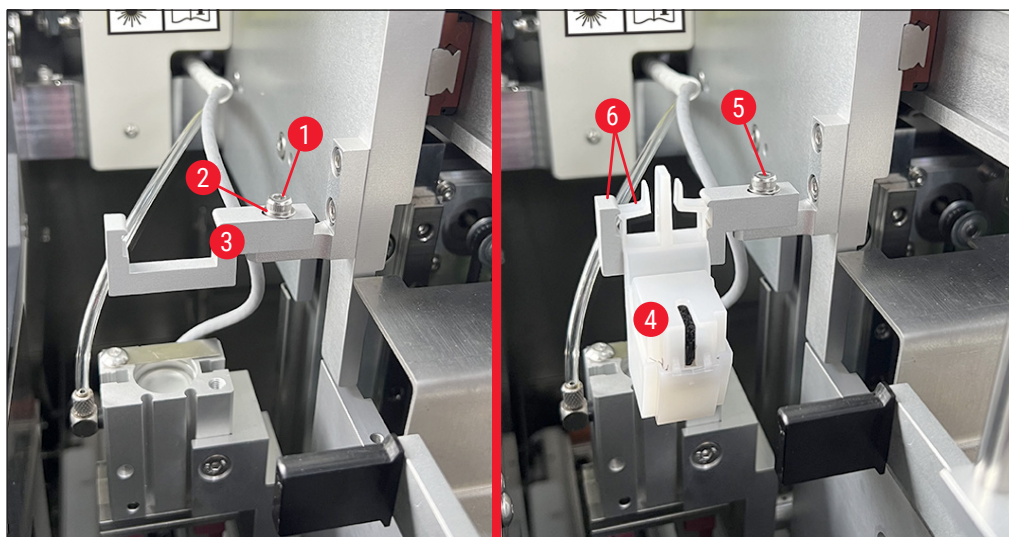

Fig. 24
4. Introduceți dispozitivul de curățare a dozatorului complet asamblat (→ Fig. 24-4) în suport, așa cum este indicat în (→ Fig. 24). Apăsăți în jos pentru a vă asigura că cele două cleme de montare laterale (→ Fig. 24-6) se cuplează printr-un clic sonor în creștăturile suportului.